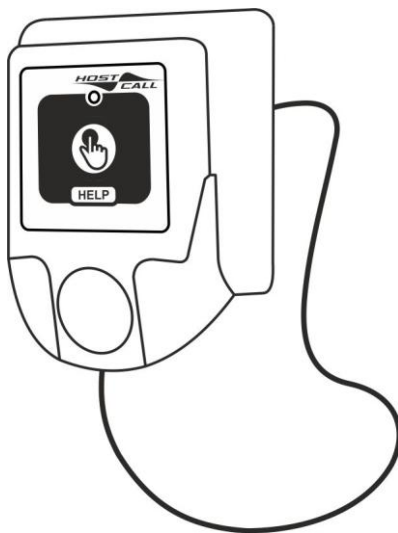

Рисунок 5.8. Выносная кнопка вызова MP-432W2
1. Выносная кнопка вызова MP-432W2, имеющая крепление на настенном держателе (рис. 5.8).